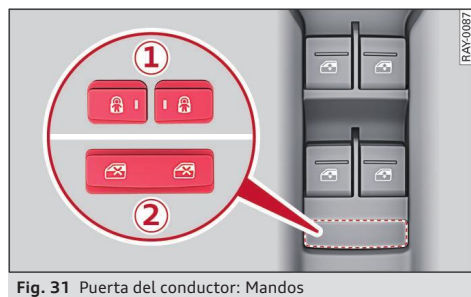

Fig. 31 Puerta del conductor: Mandos
- Para activar/desactivar el seguro para niños (manilla interior de la puerta y mando del elevallunas) de la correspondiente puerta trasera, pulse la tecla izquierda o derecha  en la puerta del conductor ① ⇒ fig. 31. El LED en la tecla se ilumina/apaga.
- Para activar/desactivar el seguro para niños del mando del elevallunas en las puertas traseras, pulse la tecla  en la puerta del conductor ② ⇒ fig. 31. El LED en la tecla se ilumina/apaga.